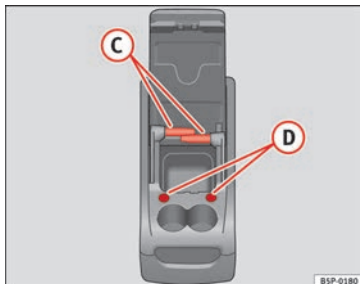

Abb. 92 Zusätzliche Ablage. Funktionen.
Für die Benutzung des Tisches (C) » Abb. 92 muss er aus seiner Aufnahme an der Seite der zusätzlichen Ablage herausgenommen und in seiner Halterung (D) » Abb. 92 auf der Frontseite der zusätzlichen Ablage eingehängt werden.